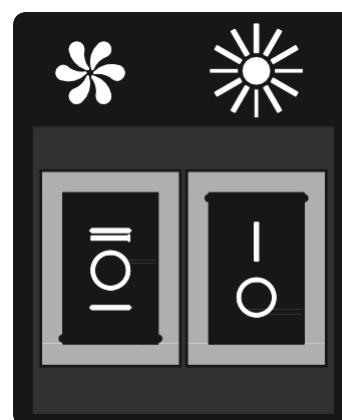

Рис.5
**7.3** На боковинах корпусу розміщений клавішний перемикач режимів роботи і включення ламп освітлення (рис.5).